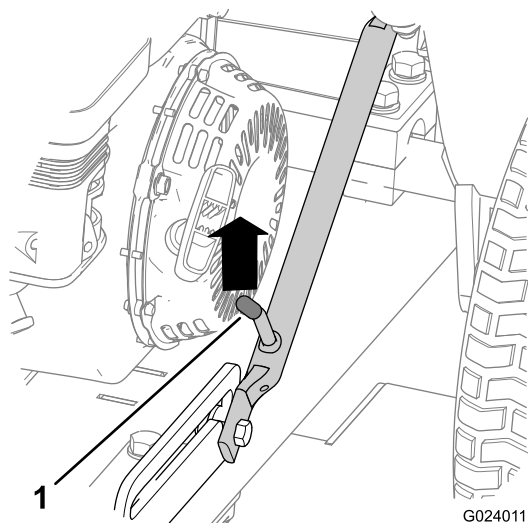

Figura 18
1. Împingei în sus ansamblul dispozitivului de remorcare până când maneta de fixare este deblocată din opritorul glisorului (Figura 18).
5. Ridicați dispozitivul de remorcare (Figura 23) până când maneta de fixare este blocată în opritorul glisorului (Figura 18).